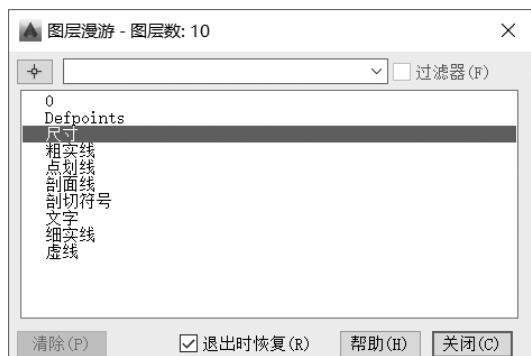

图 4-32 “图层漫游”对话框
1) 单击“图层”面板上的“图层漫游”按钮 ，打开“图层漫游”对话框，如图 4-32 所示，对话框标题中显示出图形中的图层数。